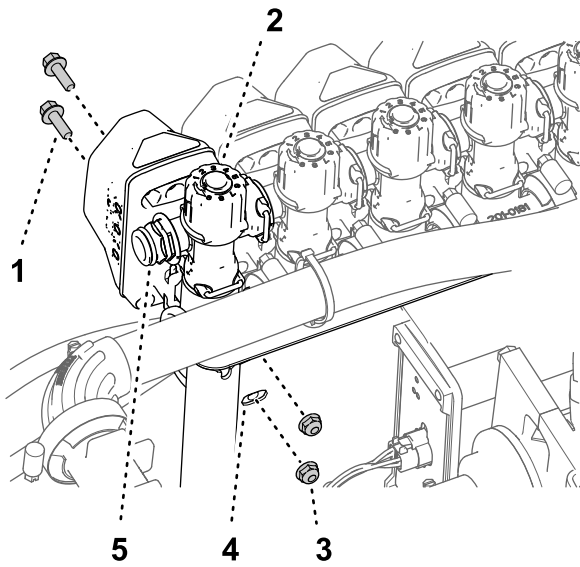
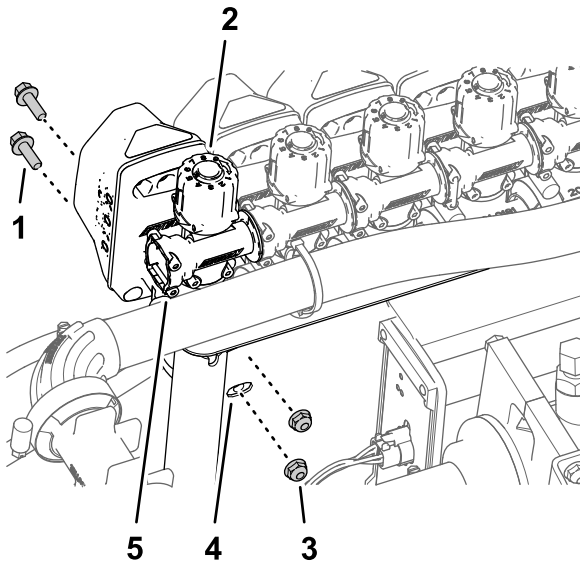

图105
图106
- 使用在 从歧管安装架上卸下喷洒段阀 (页码 26) 的步骤 2 中卸下的 2 个凸缘头螺栓 1/4 x 3/4 英寸和 2 个锁紧螺母 1/4 英寸将喷嘴阀 10 固定到阀门安装架上图 105 或图106。